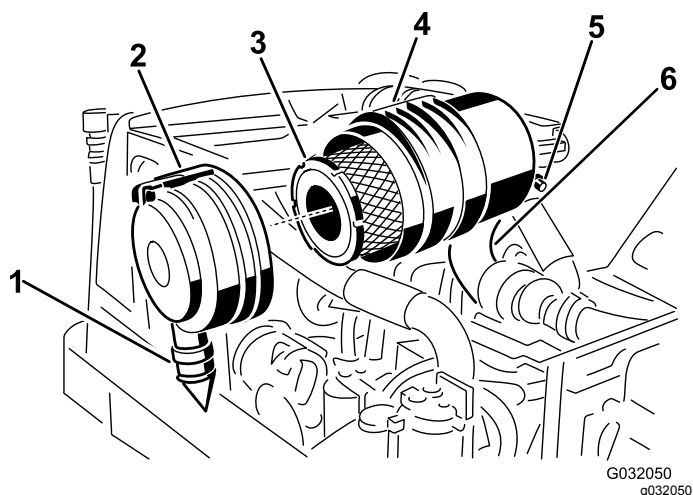

Figure 44
2. Déposez le préfiltre (Figure 44).
positions 5:00 et 7:00 heures vu de l'extrémité, puis verrouillez-le en place (Figure 44).
3. Remplacez le préfiltre (Figure 44).